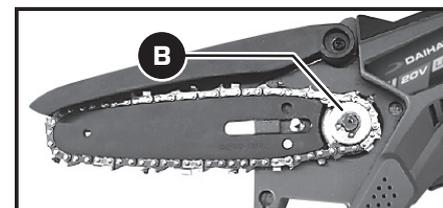

Figura 7
3. Luego coloque la espada en la herramienta, en su lugar original, y rodee el piñón (B) con la cadena (Figura 7).